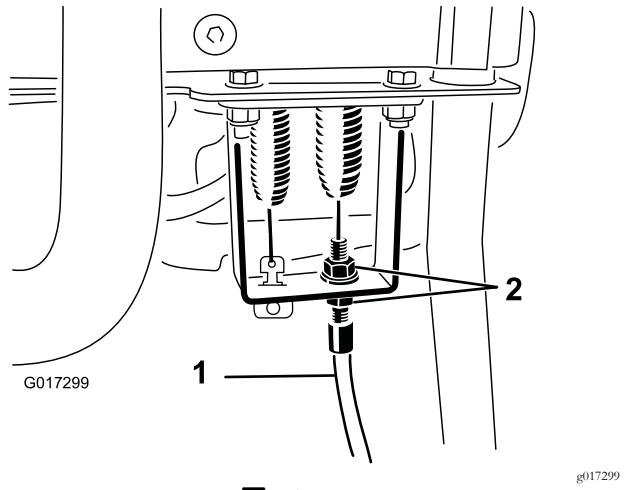

図 52
4. コントロールハンドルのバルクヘッド部で、リールコントロールケーブルをゆるめてケーブルにたるみを持たせる図52。